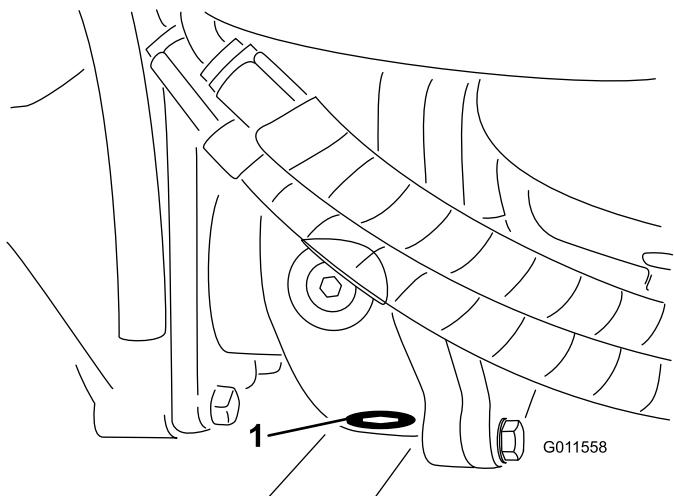

図 61
5. ギアボックスの底面にあるドレンプラグの周辺をウェスできれいにする図 61。